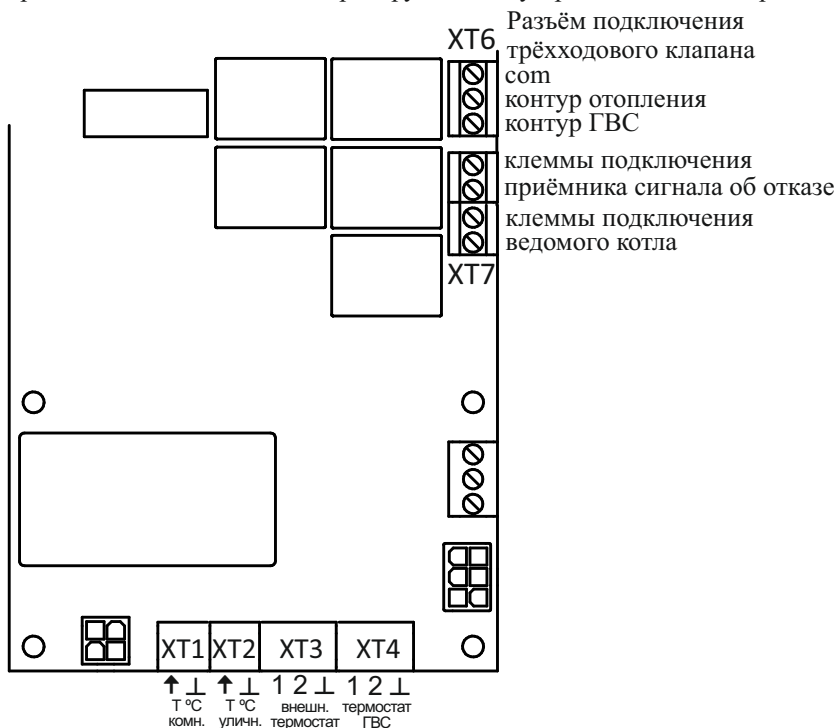

Рисунок 4.
4.5 Плата управления содержит винтовые зажимы для подключения как датчиков температуры воздуха, входящих в комплект прибора, так и других внешних устройств. Расположение разъемов для подключения к прибору внешних устройств показано на рис. 4
4.5.3 Разъём ХТ3 предназначен для подключения внешнего термостата, ведущего котла или интеллектуальных термостатов MY HEAT GSM, MY HEAT SMART или их аналогов. Для включения нагрева крайние контакты разъёма (1 и ⊥) должны замкнуться, для отключения — разомкнуться. Трёхпроводной термостат следует подключить в соответствии с рис. 4. В случае применения нормально замкнутого (нагрев до размыкания) двухпроводного внешнего воздушного термостата (или ведущего котла), подключаемого к контактам 1 и 2, контакты 2 и ⊥ должны быть соединены перемычкой. Срабатывание термостата вызовет отключение нагрева.
4.5.4 Разъём ХТ4 предназначен для подключения устройства контроля температуры косвенного водонагревателя, например модуля ГВС EVAN AQUA. В качестве устройства может выступать трёхконтактный термостат (подключаемый в соответствии с рис. 4), нормально замкнутый (нагрев до размыкания) двухконтактный термостат (подключаемый к контактам 1 и ⊥) или NTC-датчик 10 кОм (подключаемый к контактам 2 и ⊥). В зависимости от температуры воды в косвенном водонагревателе производится переключение трёхходового электромагнитного клапана, подключенного к разъёму **ХТ6**, на подачу потока теплоносителя в теплообменник косвенного водонагревателя или обратно в контур отопления и изменение температуры уставки теплоносителя на максимально разрешённую (см. п. 7.4.2.5) или обратно на необходимую для нормальной работы системы отопления.